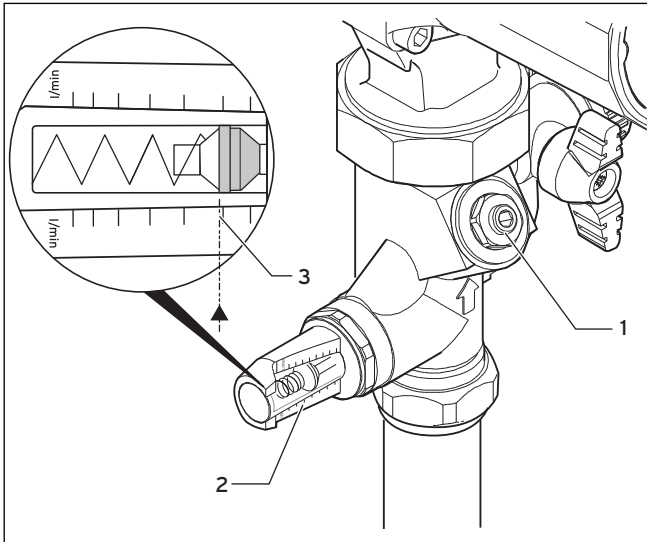

Fig. 5.1 Ajuste del flujo de la estación solar
El punto de lectura del flotador se representa por medio de la línea discontinua (→ Fig. 5.1, pos. 3).
- El ajuste de precisión puede realizarse con la llave del limitador de caudal (→ Fig. 5.1, pos. 1).
Podrá realizar la lectura del valor ajustado en la indicación (→ Fig. 5.1, pos. 2) del limitador de caudal. La escala del limitador de caudal está diseñada en l/min. Puede girar la escala para leer con más facilidad el valor.